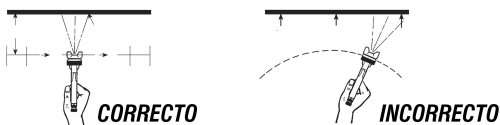

Fig. 3 – Aplicación
- 2 - Coloque el producto en el envase (2) enseguida coloque la tapa (3) tomando cuidado para que quede bien sellada;
- 3 - Coloque la tapa de aire (4) en el pico (1) apropiadamente y entonces apriétela; (se recomienda observar la correcta colocación del anillo de fijación, pues el mismo posee rosca y la colocación indebida puede provocar daños a la pistola y la pérdida al derecho de garantía);
- 4 - Conecte la entrada de aire (8) de la pistola de pintura en la red de aire comprimido, observando la presión máxima recomendada de 85 lbf/pul² y entonces inicie la pulverización apretando el gatillo (5);
- 5 - Para aumentar la cantidad de pulverización gire el tornillo de regulación de fluido (6) en sentido anti horario, y para disminuir gire en sentido horario;
- 6 - Para la regulación del abanico gire el tornillo de regulación del abanico (7) en sentido horario para disminuir el abanico y sentido anti horario para aumentar;
- 7 - Durante la pintura, la pistola debe estar siempre perpendicular a la superficie a ser pintada. La distancia entre la pistola y la superficie debe ser constante, entre 15 cm y 20 cm, y el movimiento de vaivén debe ser rectilíneo y nunca en forma de arco, de acuerdo a la Fig. 3.